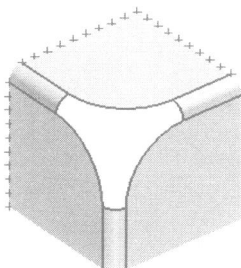

图1-25
19. 以相同的方法创建其他曲线上的点，结果如图 1-25 所示。